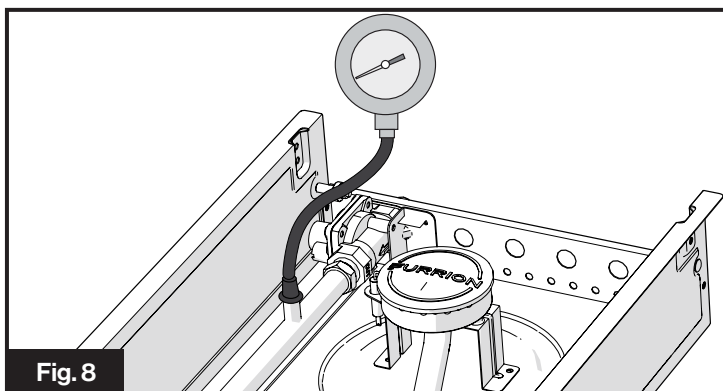

Fig. 8
3. À l'aide du tube en caoutchouc de l'appareil de mesure de la pression, faites glisser le tube en caoutchouc vers le bas sur l'orifice de test de la pression du gaz. Le tube en caoutchouc doit sceller autour de l'orifice de test de pression de la cuisinière. (Fig. 8)